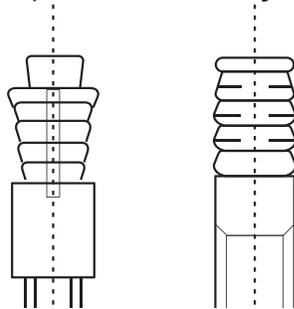

Figura 6
- Determine o local de montagem no teto do recinto ou no teto da edificação e faça quatro furos de $\varnothing 012$ mm x 50-55 mm. Em seguida, chumbe e instale as fixações do gancho de expansão (acessório 4 comprado) nesses furos. Consulte a Figura 6.